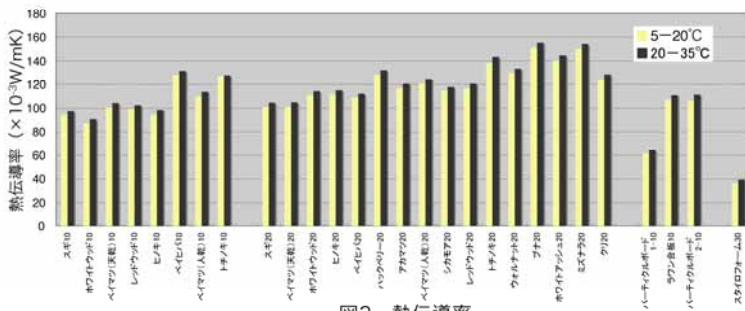

図3 熱伝導率
- 樹種(種類)ごとの熱伝導率測定結果を図3に、一般的な熱伝導率を表1に示す。木材試験体の熱伝導率が60～160 ( $\times 10^{-3} \cdot W/mK$ 、図3)であったことから、木材は熱伝導率が低く、断熱性の高い材料であることがわかる。